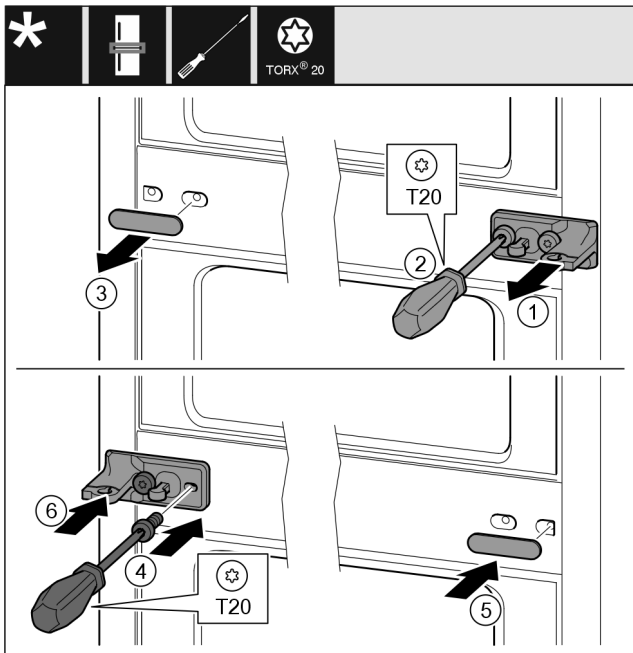

Fig. 21
- ▶ Schijf eraf trekken. Fig. 21 (1)
- ▶ Schroeven met schroevendraaier T20 eruit draaien. Fig. 21 (2)
- ▶ Afdekking voorzichtig eraf trekken. Fig. 21 (3)
- ▶ Lagerbus met folie 180° gedraaid op de andere kant vastschroeven. Fig. 21 (4)
- ▶ Afdekking 180° gedraaid op de andere kant aanbrengen. Fig. 21 (5)
- ▶ Schijf vanaf de voorkant erop schuiven. Fig. 21 (6)